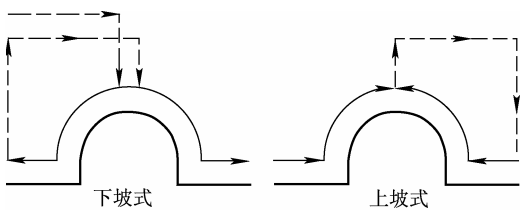

图 7-100 下坡式和上坡式
- 【加工方法】：设定有顺铣、逆铣、上坡式、下坡式四种选择，上坡式、下坡式如图 7-100 所示。